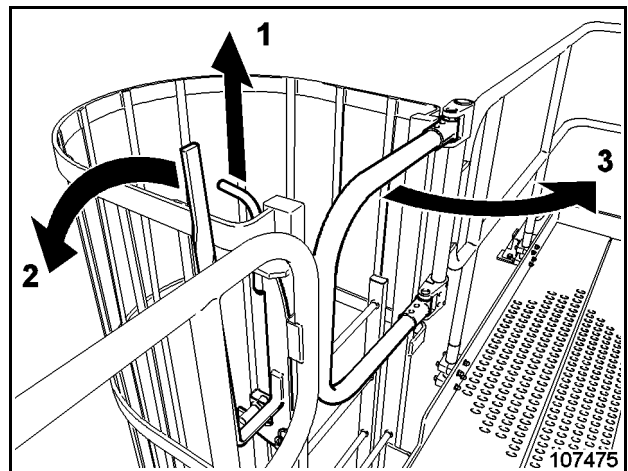

Fig. 2-26:
- Tire hacia abajo la palanca de bloqueo (1, Fig. 2-26). Así se desbloqueará la escalera de escape y caerá rápidamente al suelo.
- Gire la barrera (2, Fig. 2-26) hacia la derecha y use la escalera para escapar hacia abajo.